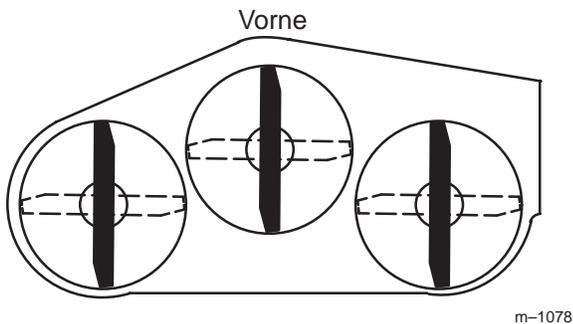
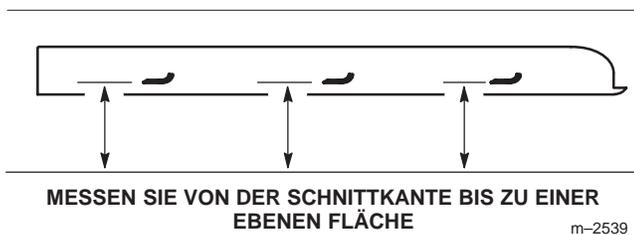

Bild 29
Bild 30
1. Drehen Sie die Schnittmesser, bis die Enden in Längsrichtung gerichtet sind (Bild 29). Messen Sie von einer ebenen Oberfläche bis zur Schnittkante der Messer (Bild 30). Zeichnen Sie dieses Maß auf.